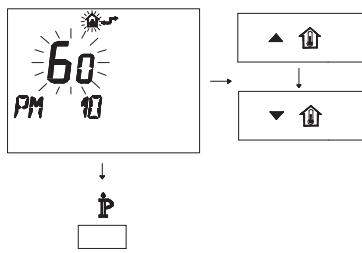

Рисунок 5.50
- Измените заданное значение при помощи кнопки или и подождите, пока заданная цифра не начнет мигать (Рисунок 5.50).